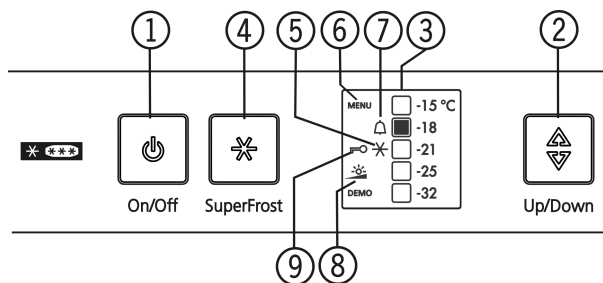

Fig. 3
- Вместе с индикацией температуры мигает символ «SuperFrost» Fig. 3 (5).